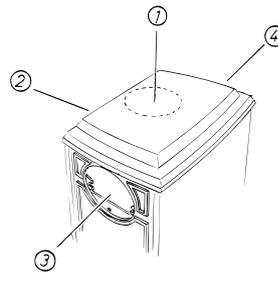
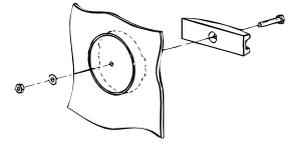

Fig. 3 DOVRE 425 CB har ikke sideuttak.
Fig. 4 Fjern røyklokk
3. Løft, ikke tipp, peisovnen til oppreist stilling. Røykuttaket kan være plassert bak, på toppen eller på en av sidene. Se fig. 3. Ildstedets plassering avgjør hvilket røykutak som skal benyttes. Skal røykuttaket være på topp eller bak må røyklokket fjernes med vedlagte spesialverktøy (se fig. 4).